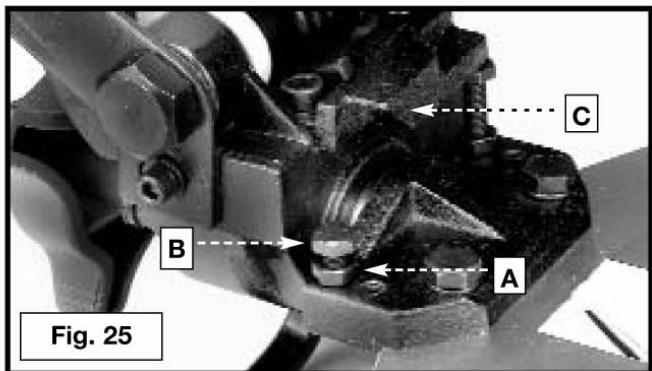

Fig. 25
6. Se for necessário fazer um ajuste, afrouxe a contraporca (A) Fig. 25. Gire o parafuso (B) até que o mesmo (B) entre em contato com a fundição (C) quando a lâmina estiver a 45 graus da bancada. Aperte a contraporca.